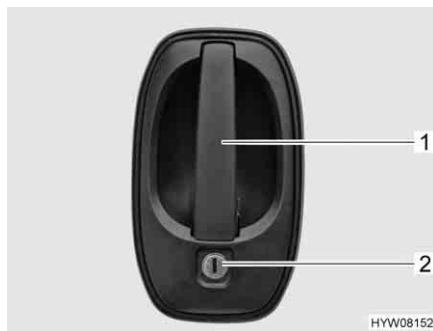

Fig. 31 Serratura della porta conducente, lato esterno
*Apertura:* ■ Inserire la chiave nel cilindro della serratura (Fig. 31,2) e ruotare fino a quando la serratura della porta si sblocca.
■ Tirare la maniglia della porta (Fig. 31,1). La porta è aperta.
*Bloccaggio:* ■ Inserire la chiave nel cilindro della serratura (Fig. 31,2) e ruotare fino a quando la serratura della porta si blocca.